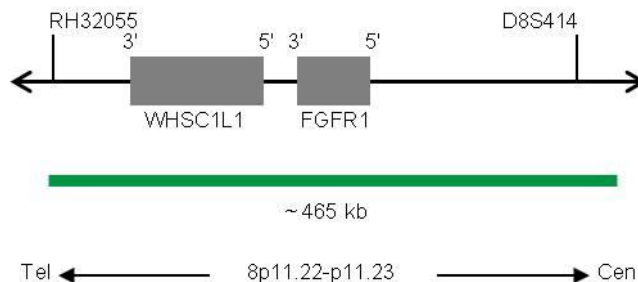

Fig. 1: Mappa della sonda SPEC FGFR1 (non in scala)
- Polinucleotidi (~10 ng/ μ l) marcati con fluorocromo ZyGreen (eccitazione 503 nm/emissione 528), le cui sequenze target mappano in 8p11.22-p11.23* (chr8:38,063,906-38,527,745) in cui è localizzato il gene FGFR1 (vedere Fig. 1)